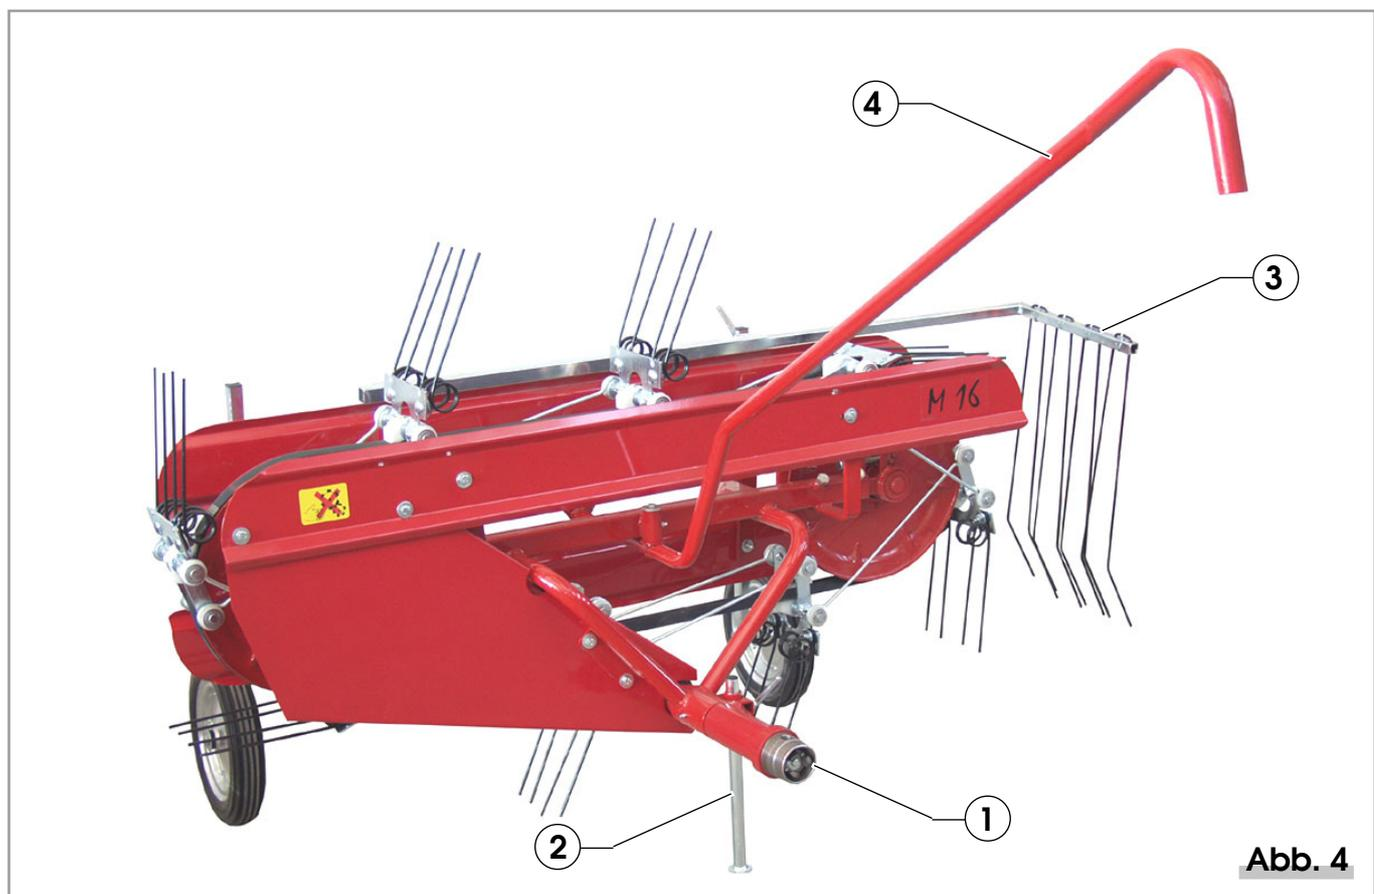

Abb. 4
- a)** den Auflagefuß anheben (Pos. 2, Abbildung 4)
- b)** den seitlichen Heuschutz (Pos. 3, Abbildung 4) einfahren und ihn mit dem eigens hierfür vorgesehenen Gewindestift befestigen
- c)** das Band mit dem eigens hierfür vorgesehenen stirnseitigen Hebel (Pos. 2, Abbildung 4) vom Boden anheben
- d)** den Richtungshebel (Pos. 4, Abbildung 4) dazu benutzen, die Heuharkmaschine in die gewünschte Richtung zu führen; ihn direkt vom Fahrersitz der Zugmaschine aus betätigen.